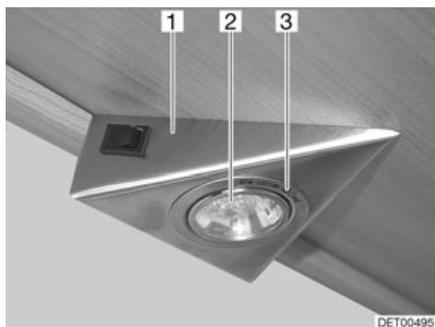

Fig. 277 Lámpara halógena empotrada
La lámpara halógena empotrada está instalada hundida en una carcasa (Fig. 277,1).
- Soltar el anillo de cubierta interior (Fig. 277,3) de la carcasa con un desatornillador.
- Extraer la bombilla halógena (Fig. 277,2).